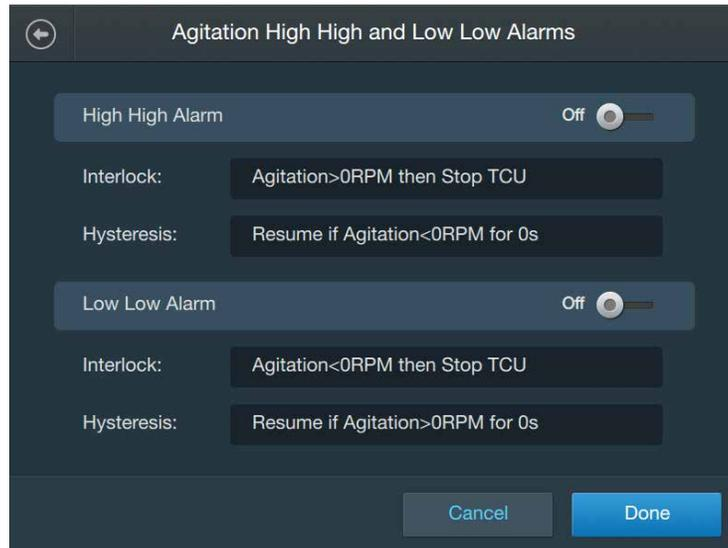

Abbildung 3.20. Bildschirm „High High and Low Low Alarms“ (Zweiter Maximal- und Minimalwertalarm).
8. Im daraufhin angezeigten Bildschirm (Abbildung 3.20) gibt es jeweils getrennte Bereiche für den „High High Alarm“ (Zweiter Maximalwertalarm) und den „Low Low Alarm“ (Zweiter Minimalwertalarm). Um einen Alarm zu konfigurieren, schieben Sie den entsprechenden Schalter im jeweiligen Bereich auf „On“ (Aktivieren).